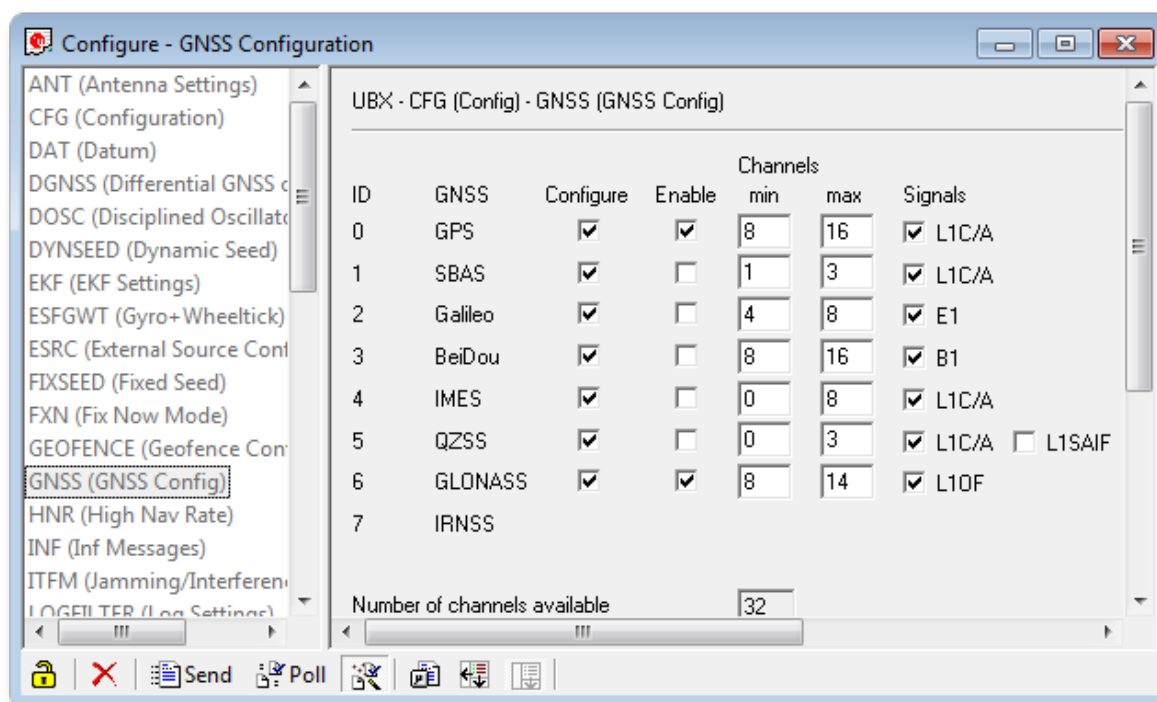

Рис. 40. u-center - настройка параметров спутниковых систем
5. Откроется окно «Configure - GNSS Configuration» (см. рис. 40).